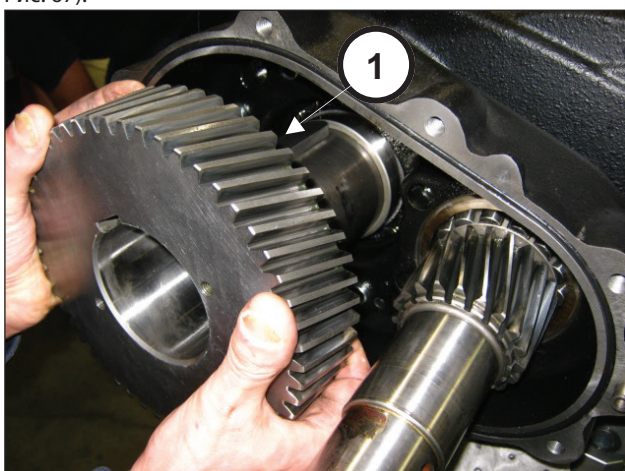
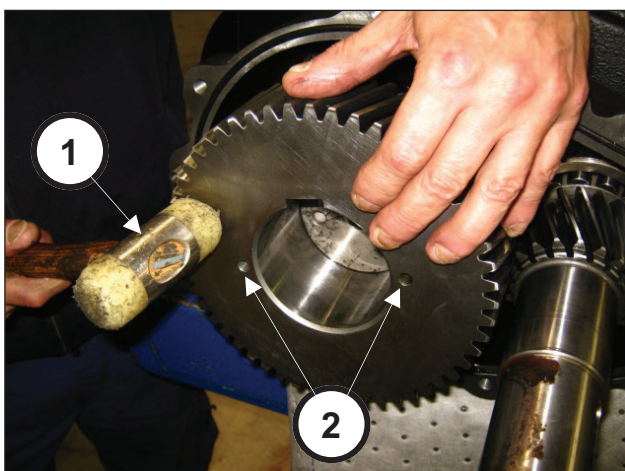

Рис. 66
Рис. 67
Установите ведомую шестерню на вал (поз. ①, Рис. 66) и насадите ее до упора с помощью ударной массы (поз. ①, Рис. 67).
**Ведомая шестерня должна быть установлена так, чтобы оба отверстия М8 (используемые для съема) были обращены наружу насоса (поз. ②, Рис. 67).**